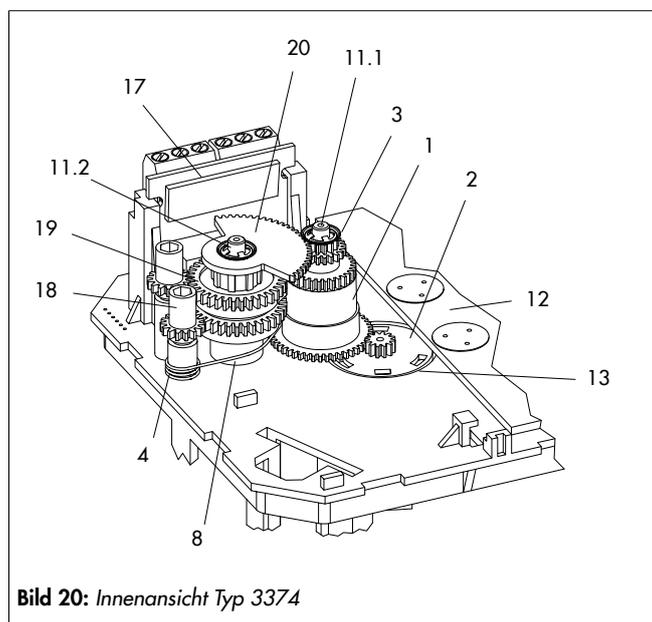
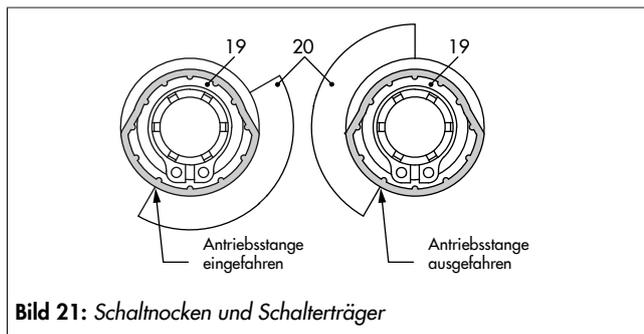

Bild 20: Innenansicht Typ 3374
Bild 21: Schaltnocken und Schaltrträger
Die Schaltnocken (19) sind mit dem Nockenträger (20) und den Sicherungsringen (9) bereits zur Schaltnockeneinheit (21) vormontiert (vgl. Bild 21).
4. Einstellzahnräder (18) auf ihre Dome stecken und mit je einer Schraube (16) befestigen. Prüfen, ob sich die Einstellzahnräder leicht drehen lassen. Schraube ggf. leicht lösen.
5. Schaltnocken (19) nach "Bild 21: Schaltnocken und Schalterträger" entsprechend der Stellung der Antriebsstange auf dem Nockenträger (20) verdrehen.
6. Distanzring (8) auf den Dom (11.2) stecken und darauf achten, dass der lange Schenkel der Spannfeder zwischen den Mantelflächen von Distanzring und Zwischenrad liegt.
7. Schaltnockeneinheit (20) nach "Bild 20: Innenansicht Typ 3374" entsprechend der Stellung der Antriebsstange